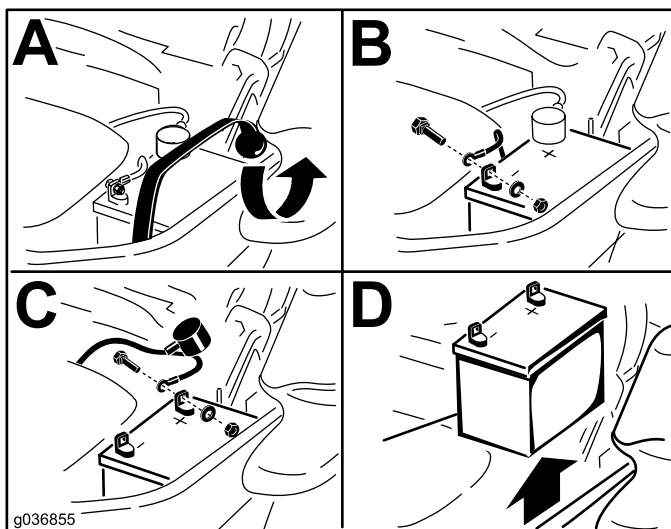

Figura 51
3. Îndepărtați bateria în modul indicat în Figura 51.
1. Amplasai bateria în compartimentul său cu clemele față în față cu rezervorul hidraulic (Figura 51).
4. Fixai cablurile cu 2 uruburi, 2 piulie i 2 contrapiulie (Figura 51).
6. Fixai bateria cu elementul de fixare din cauciuc (Figura 51).